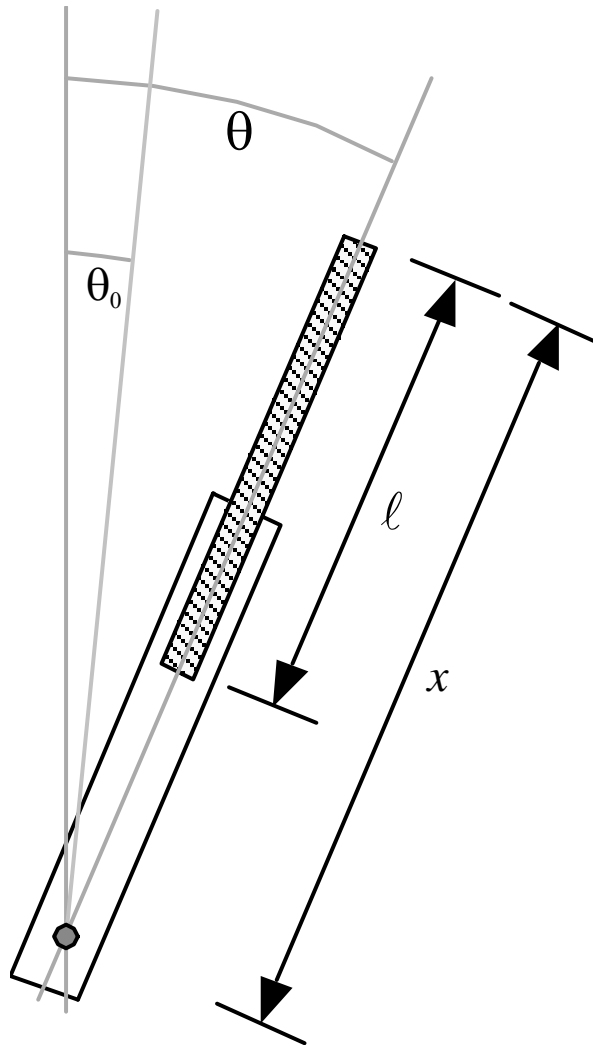

Figura 3: as variáveis θ e x e os parâmetros θ_0 e ℓ .
4. Escrever a equação do movimento, para a situação em que o eixo de rotação está horizontal, em função do ângulo θ (ver figura 3) e de x , κ , θ_0 , M_1 , M_2 , do momento de inércia total I e de distância $R(x)$ do centro de massa ao eixo de rotação. [1 ponto]